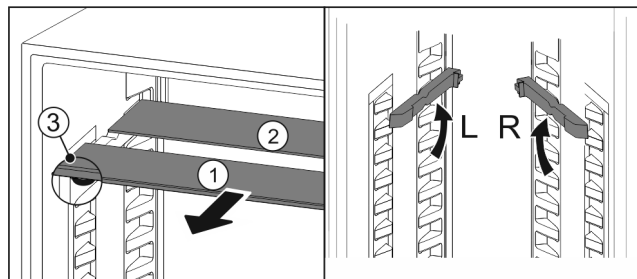

Fig. 125
- estrarre i ripiani di vetro singolarmente tirando in avanti Fig. 125 (1).
- ▷ Il piano in vetro Fig. 125 (1) con il motivo ornamentale è nella parte anteriore.
- ▷ I fermi Fig. 125 (3) sono rivolti verso il basso.